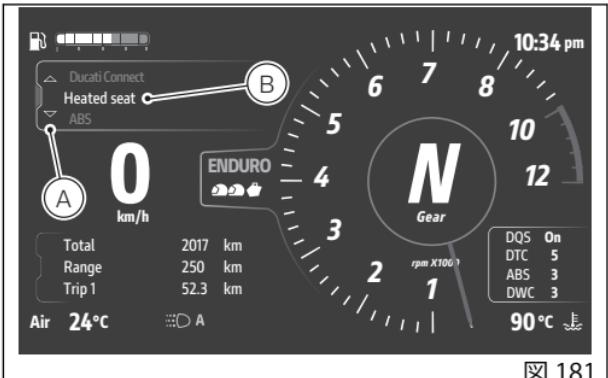

図 181
- ジョイスティックを ▲ の位置に長く押し、インターラクティブメニューを選択します (A、図 181)。
- ジョイスティック ▲ ▼ を使用して「Heated seat (ヒーテッドシート)」を選択し (B、図 181)、「ENTER」を押します。